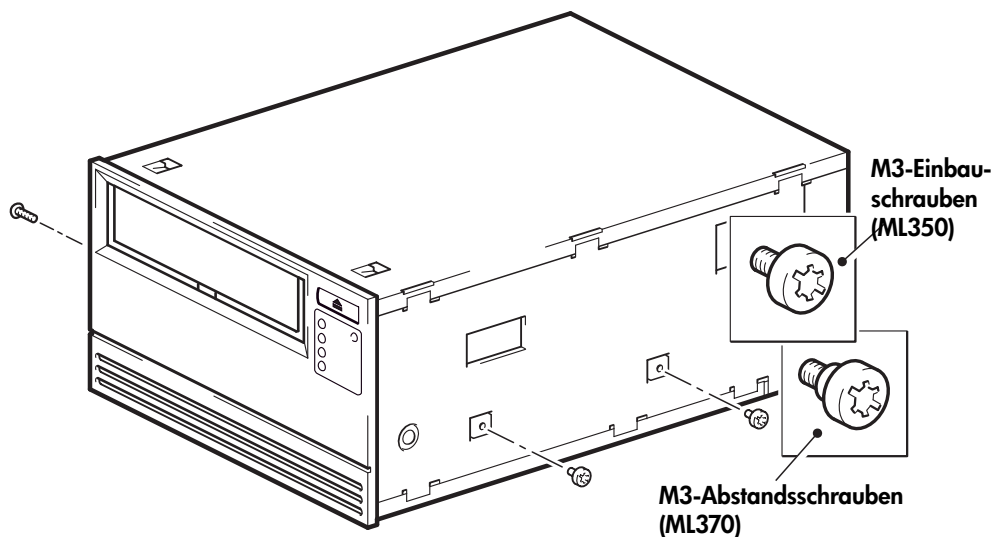

Abbildung 5b: Anbringen der Einbauschrauben in einem typischen HP ProLiant 350 oder 370 Server
- 1 Befestigen Sie die entsprechenden Schrauben mit einem T8-Torx-Schraubendreher, wie in Abbildung 5b gezeigt. Gegebenenfalls müssen Sie M3-Schrauben separat erwerben.